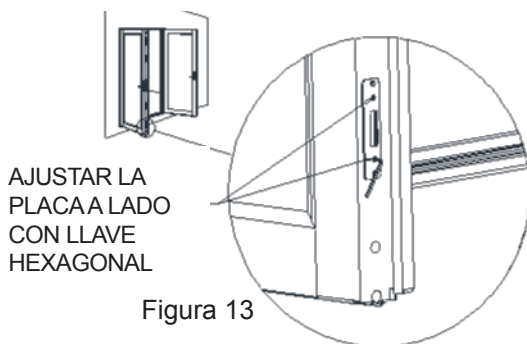

Figura 13
28. Utilice una llave hexagonal de 1/8" (no incluido) para realizar los ajustes siguientes. Si es una sola puerta, ajustar las placas de cerradura en las jambas de marco. Si es una puerta doble, abra la puerta y ajustar las placas de cerradura en la lateral del panel inactivo (Figura 13). Hacer los ajustes necesarios hasta que los ganchos de Rhino funcionen correctamente.